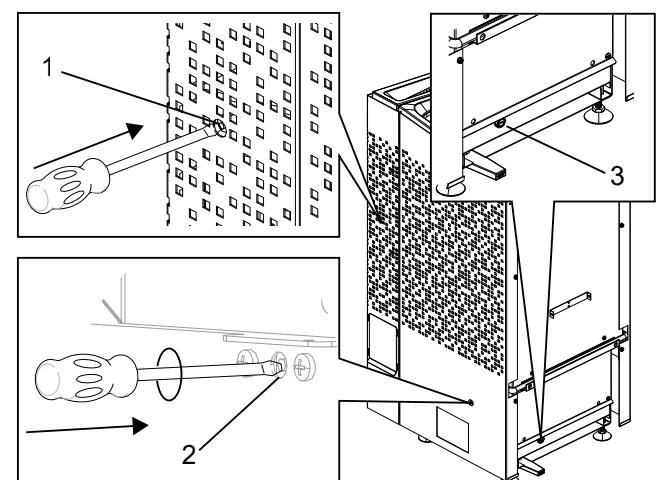

Abbildung 9: Zurücksetzen des Überhitzungsschutzes
- **Wasserbehälter** – Der Überhitzungsschutz des Behälters soll verhindern, dass der Heizstab trockenfällt. Auf der linken Seite (von vorn gesehen) befindet sich ein Loch. Verwenden Sie einen dünnen Gegenstand, um den Schutz zurückzusetzen (siehe Punkt 1 in Abbildung 9). Wenn Sie den Schutz aktiviert haben, lässt sich die Taste nur schwer betätigen, und beim Zurücksetzen ist ein Klicken zu hören. Wenn keine Abschaltung ausgelöst hat, sowie nach dem Reset fühlt sich die Taste elastisch an.
- **Heizung** – Der Überhitzungsschutz in der Heizung soll verhindern, dass Bauteile, Heizstäbe und Hölzer in der Sauna zu heiß werden. Auf der linken Seite (von vorn gesehen) befindet sich ein Loch. Verwenden Sie einen dünnen Gegenstand, um den Schutz zurückzusetzen (siehe Punkt 2 in Abbildung 9). Wenn Sie den Schutz aktiviert haben, lässt sich die Taste nur schwer betätigen, und beim Zurücksetzen ist ein Klicken zu hören. Wenn keine Abschaltung ausgelöst hat, sowie nach dem Reset fühlt sich die Taste elastisch an.
| Das Licht in der Sauna lässt sich nicht per Bedienpanel einschalten.   | <ol style="list-style-type: none"> <li>1. Interne Schmelzsicherung der Heizung fehlerhaft?</li> <li>2. Ist die Beleuchtung über die Heizung angeschlossen?</li> <li>3. Interner Fehler der Heizungsplatine?</li> </ol>  | <ol style="list-style-type: none"> <li>1. Heizung mit dem Netzschatzler ausschalten und Schmelzsicherung ersetzen. Siehe Abb. 9.</li> <li>2. Qualifizierten Elektriker hinzuziehen, der die Heizung/ Beleuchtung installiert hat.</li> <li>3. Für die Fehlersuche wird ein qualifizierter Elektriker benötigt.</li> </ol>   |